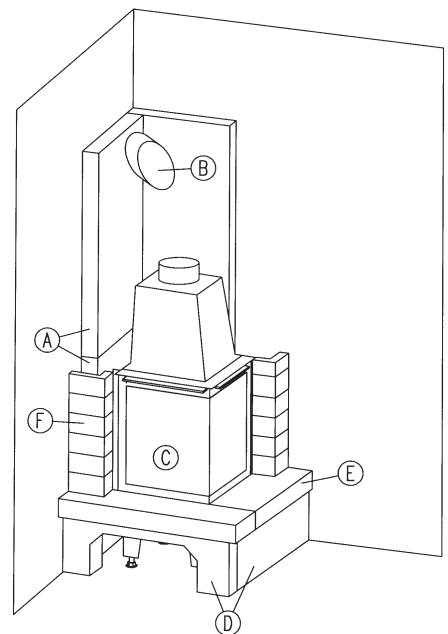

Abb. 5
- 7.1 Nun werden die Seitenteile zunächst an den dafür vorgesehenen Stellen trocken aufgesetzt. Achten sie darauf, dass zwischen den Seitenteilen und dem Rahmen des Wärmeerzeugers eine Fuge (ca. 2 mm) verbleibt, so dass sich der Wärmeerzeuger ausdehnen kann ohne die Seitenteile zu beschädigen. Unter Umständen ist es erforderlich, den Heizeinsatz noch etwas zu verrücken. (**Abb. 5**)